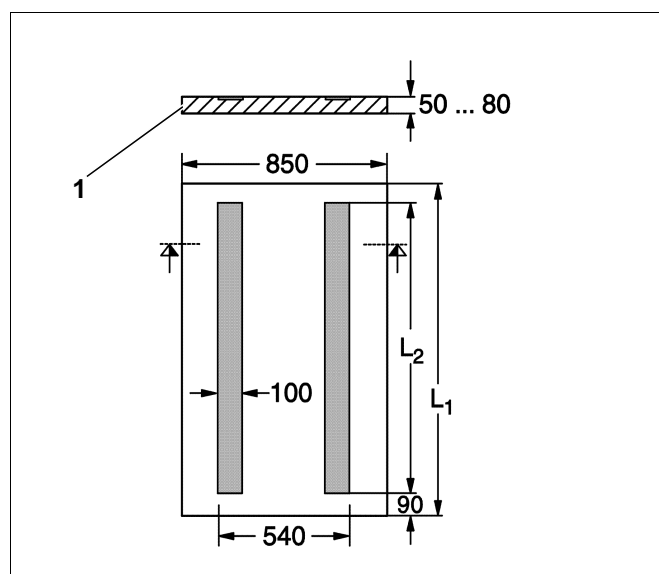
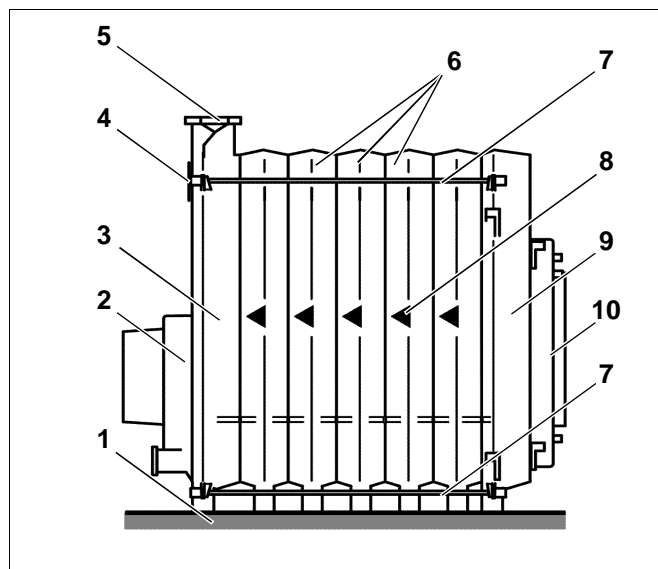

Fig. 3 Dimensioni del basamento
Fig. 5 Blocco caldaia
La caldaia dovrebbe essere posta su un basamento alto 5 – 8 cm (fig. 5, **pos. 1** risp. fig. 3, **pos. 1**). Il basamento deve essere perfettamente piano ed orizzontale. Lo spigolo anteriore della caldaia dovrebbe coincidere con lo spigolo anteriore del basamento.
Se non viene impiegato il supporto caldaia fornibile come accessorio, si può costruire sul posto un basamento di cemento. Nella gettata del basamento si deve mettere angolare di ferro da 100 x 50 x 8 mm oppure ferro piatto di dimensione 100 x 5 mm, in modo da garantire lo scorrimento degli elementi della caldaia durante il montaggio (vedi fig. 3 e la tabella sottostante).
Il montaggio del blocco caldaia viene fatto sempre dal dietro verso il davanti, iniziando con l'elemento posteriore (fig. 5, **pos. 3**). L'elemento anteriore (fig. 5, **pos. 9**) è da montare sempre come ultimo elemento.
Per l'assemblaggio si deve prestare attenzione alle frecce direzionali (fig. 5, **pos. 8**) ed effettuare il montaggio in modo conforme alle istruzioni ed alle figure qui di seguito riportate!
Leggenda per la fig. 5: